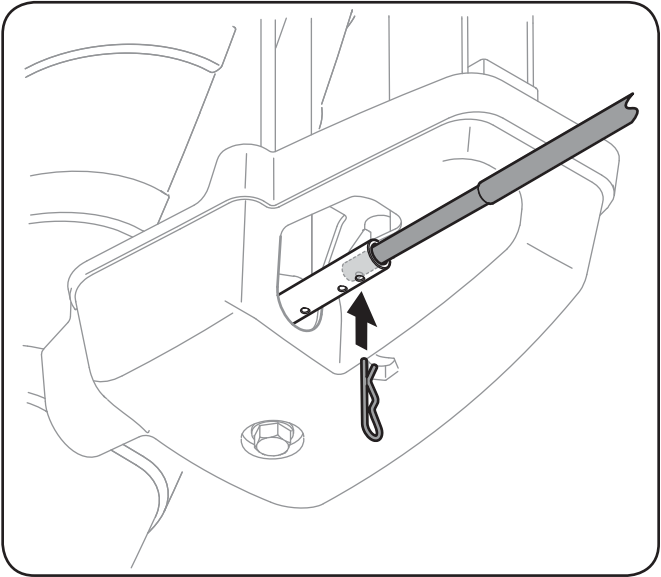

Figure 6-10
2. Sortez la tige de commande de la goulotte jusqu'à ce que le trou soit aligné avec le trou le plus éloigné de la goulotte sur le dispositif de commande. Voir la Fig. 6-10.
3. Réinsérez la goulotte fendue par ce trou et la tige de commande de la goulotte. Voir la Fig. 6-10.